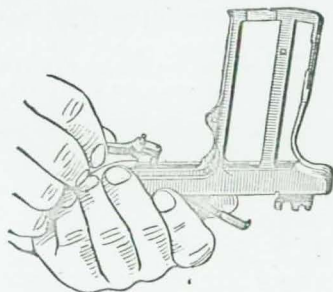

Рис. 15. Отделение (присоединение) спускового крючка с пружиной и спусковой тягой
тельным пальцем левой руки вывести спусковую тягу из паза рамки вниз, правой рукой повернуть спусковой крючок и вынуть его вместе со спусковой тягой из рамки вверх (рис. 15).
1. Присоединить спусковой крючок к пружине и спусковой тягой к рамке. Взять пистолет в левую руку (см. рис. 15), большим и указательным пальцами правой руки взяться за спусковой крючок и вставить спусковую тягу в вырез рамки. Затем повернуть спусковой крючок влево, указательным пальцем левой руки ввести спусковую тягу в паз рамки, продвинуть спусковой крючок на себя и сдвинуть его назад до упора цапф спускового крючка в выступы рамки.